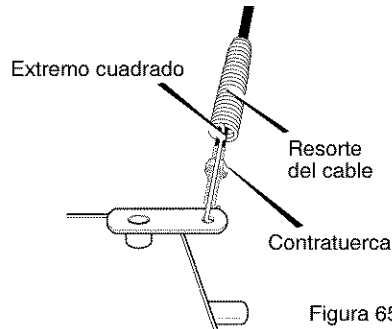

Figura 65
2. Meta el cable por el resorte hasta exponer la porción roscada del cable (Figura 65).